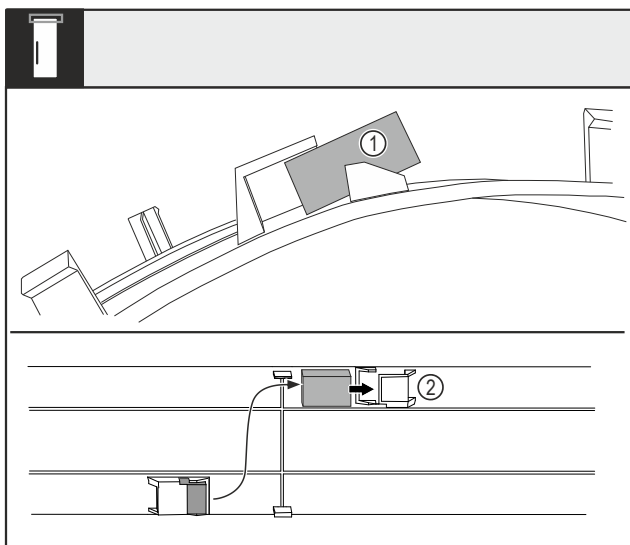

Fig. 15
- ▶ Ohněte kryt a vytáhněte dveřní magnet Fig. 15 (1) z uložení.
- ▶ Vložte dveřní magnet do druhého uložení Fig. 15 (2).